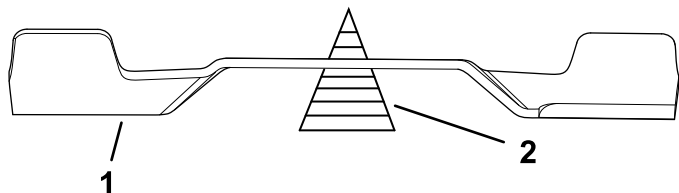

Figura 107
2. Verifique o equilíbrio da lâmina colocando-a num equilibrador de lâminas (Figura 107).